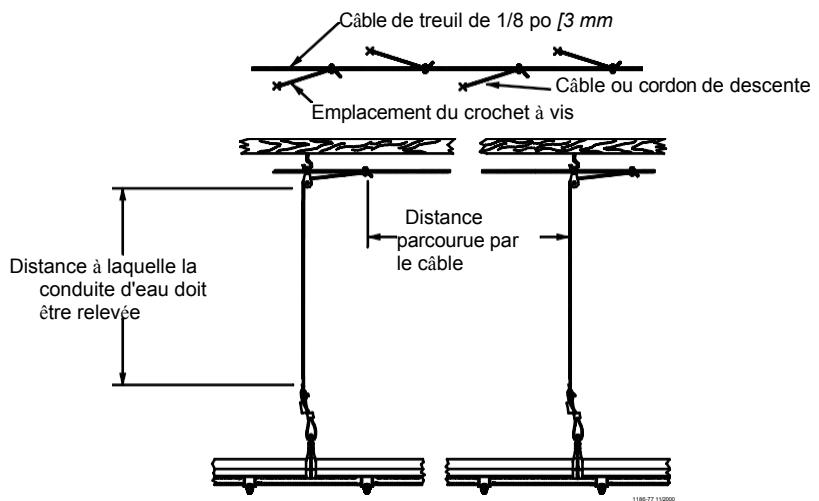

Figure 15. Décalage des vis/crochets de plafond
Remarque : la distance maximale à laquelle la conduite d'eau peut être relevée est égale à la distance parcourue par le câble. (Voir figure 15).
3. Installez les ensembles de poulies comme indiqué à la **figure 15**.